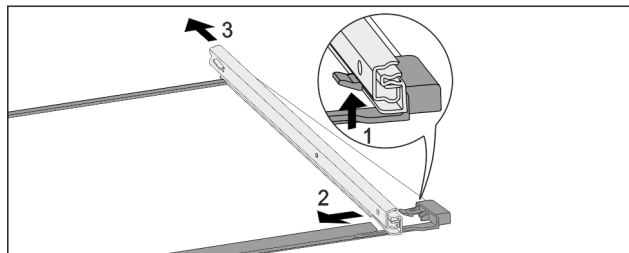

Fig. 180 Steklena plošča z vodili
- ▶ Sprednji zaskočni kaveljček potisnite navzgor. Fig. 180 (1)
- ▶ Izvlačno vodilo potisnite Fig. 180 (2) na stran Fig. 180 (3) in nazaj.